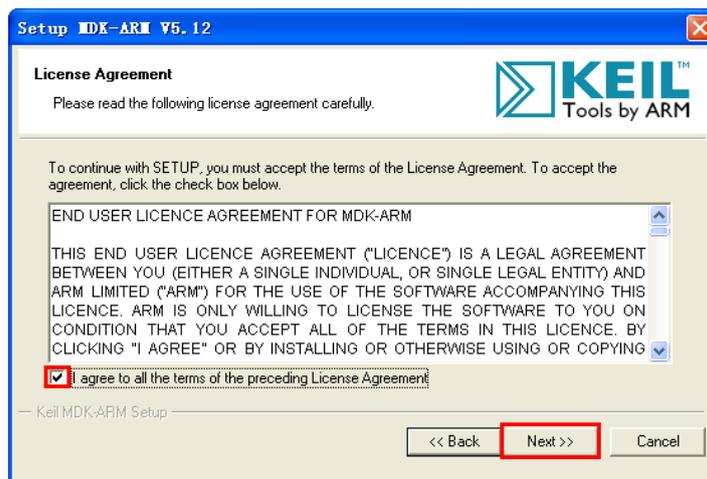

图 1.3 MDK-ARM 安装向导
2. 勾选【I agree to ...】，然后点击【Next】，如图 1.3 所示。